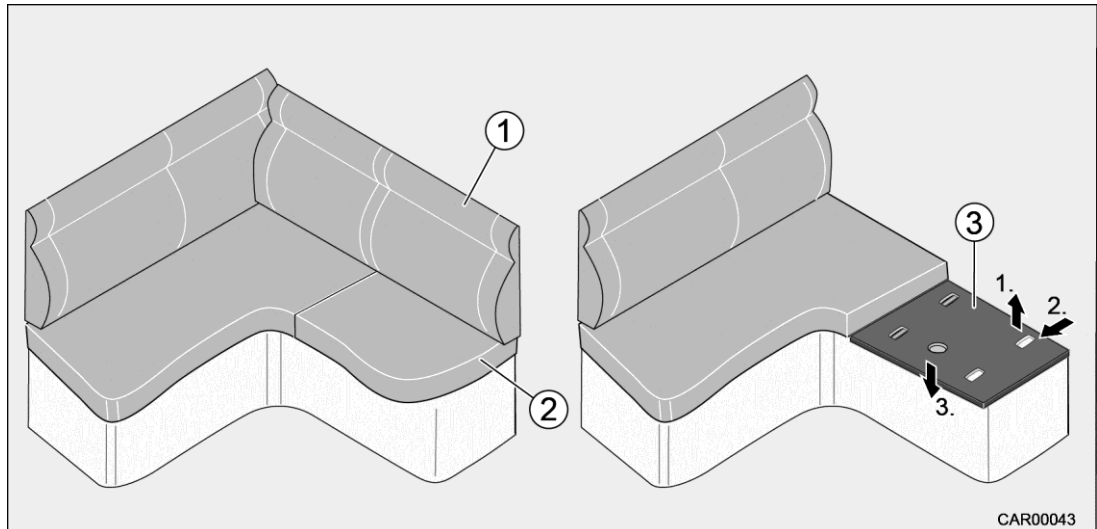

Fig. 70 Position assise confortable sur la banquette longitudinale
1. Enlever le coussin dossier (Fig. 70/1) et le coussin d'assise (Fig. 70/2).
2. Soulever le plateau d'assise (Fig. 70/3).
3. Tirer le plateau d'assise (Fig. 70/3) vers l'avant et le remettre de nouveau en place. Les tourillons de la banquette doivent avoir prise dans les évidements du plateau d'assise.
4. Remettre en place le coussin d'assise (Fig. 70/2) et le coussin dossier (Fig. 70/1).